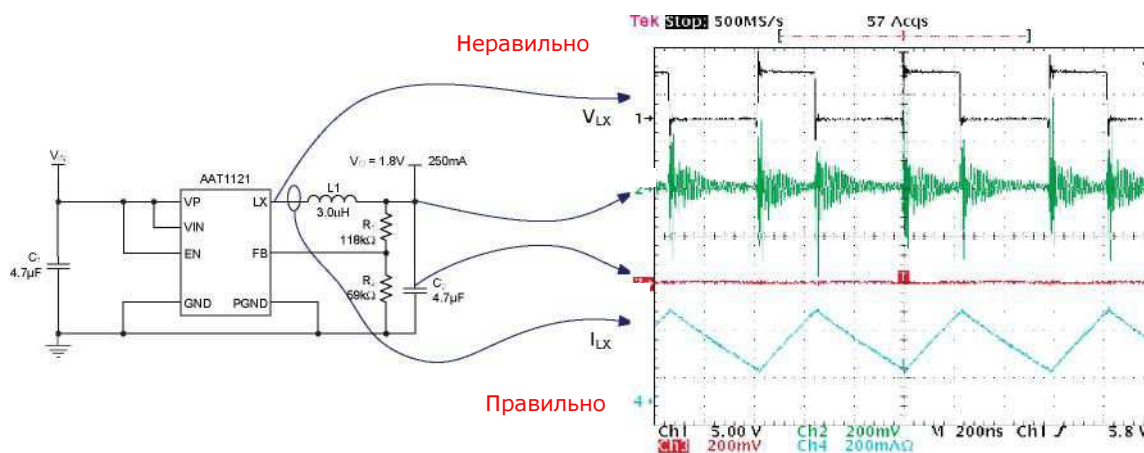

Рис. 4: Разница между двумя измерениями.
Рис. 4 показывает два графика выходного напряжения  $V_{OUT}$  при использовании двух методов измерения. Цепь – это импульсный преобразователь-стабилизатор напряжения с последовательным соединением ключевого элемента и дросселя (AAT1121), работающий на частоте 1,5МГц. Выходное напряжение меняется до 1,8 В с нагрузкой 250 мА и измеряется в полном диапазоне. Нужно отметить, что на графике (2) зеленым цветом показан значительный высокочастотный шум и звон затухания при каждом переключении. Однако, на графике (3) красным показано отсутствие считываемого шума. Поэтому подготовка испытательного стенда и методология очень важны для обеспечения точных измерений.